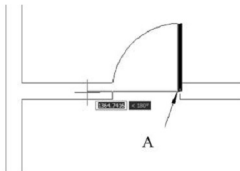

图 2.89 确定圆弧的长度
(12) 在指定圆弧的端点或[角度(A)/长度(L)]: 提示下, 打开【正交】功能, 将光标水平向左拖动(图 2.89), 在任意位置单击, 确定逆时针绘制的 1/4 个圆弧。